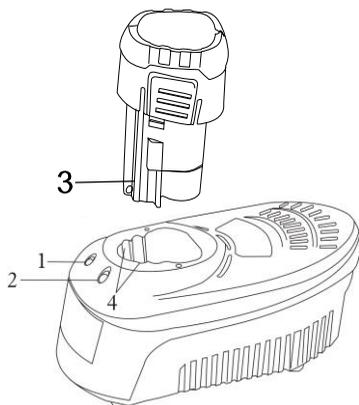

Рис.3
1. Включите зарядное устройство в сеть. Зеленый индикатор (2) загорится. (Рис..3)
2. Вставьте аккумулятор в зарядное устройство. Красный индикатор (1) начнет мигать через 3-5 секунд. Это означает, что аккумулятор начал заряжаться. По истечении 35 минут красный индикатор потухнет и начнет мигать зеленый индикатор (2). Это означает, что аккумулятор почти заряжен. Через 15 минут зеленый индикатор перестанет мигать и загорится. Это означает, что аккумулятор полностью заряжен.